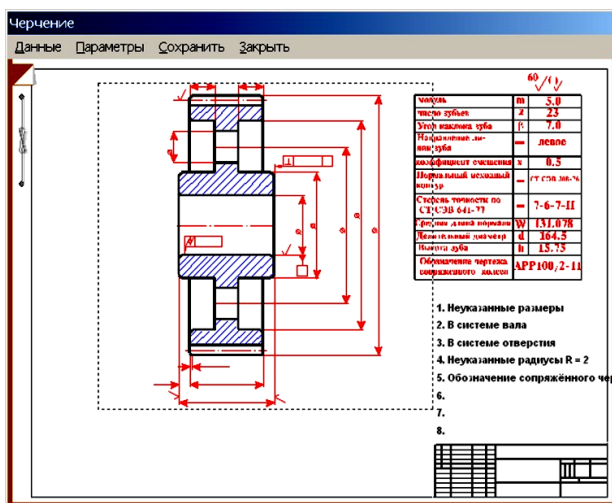
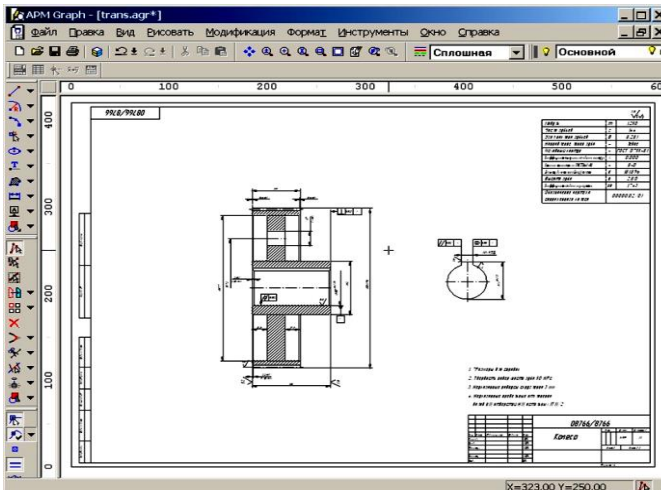

Рис. 3
Рис. 10
8. Генерация чертежа спроектированной передачи. В диалоговом окне «Результаты» флажком отмечаем пункт «Чертеж...». После нажатия кнопки «Продолжить» выбираем, какой из элементов передачи (ведущий или ведомый) требуется начертить. В открывшемся при этом диалоговом окне «Черчение» (рис. 3) необходимо сделать некоторые настройки.
Задание параметров зацепления. Двойной щелчок левой кнопкой мыши в области таблицы параметров в диалоговом окне «Черчение» (см. рис. 3) или выбор в меню *Данные/Таблица зацепления* вызывает открытие диалогового окна «Таблица зацепления» (рис. 7). Пользователь может изменить значения параметров, записанные в полях с белым фоном. Нажатием кнопки «Контр. параметр» можно добавить в таблицу соответствующие контрольные параметры колеса.
Сохранение чертежа. Для завершения генерации чертежа необходимо в окне «Черчение» (см. рис. 3) выбрать пункт меню *Сохранить* и сохранить этот чертеж как файл с расширением *.agr. После этого произойдет запуск плоского графического редактора ARМ Graph, в окне которого и будет показан чертеж рассчитанного зубчатого колеса (рис. 10).